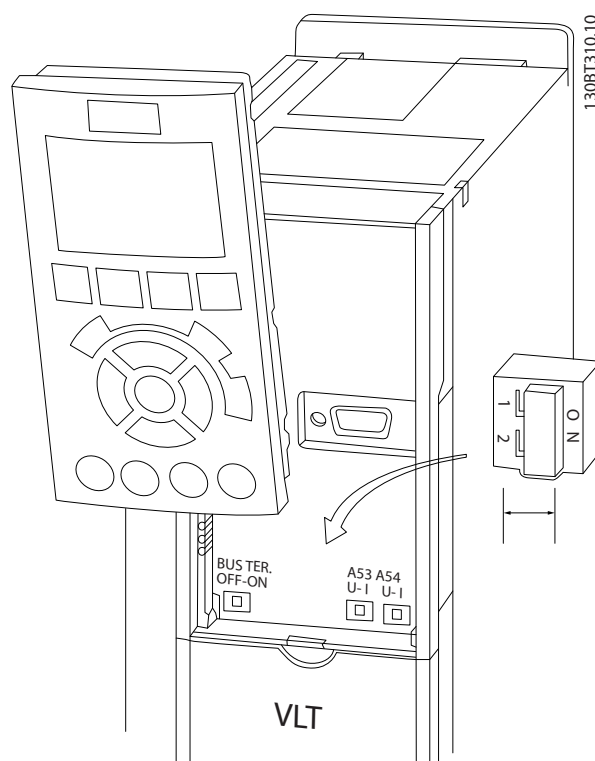

Ilustración 2.18 Ubicación de los interruptores y del interruptor de terminación de bus de los terminales 53 y 54
- Puede accederse a los conmutadores cuando se ha retirado el LCP (véase la *Ilustración 2.18*). Tenga en cuenta que algunas tarjetas de opción disponibles con la unidad podrían cubrir estos conmutadores y, por tanto, es necesario quitarlas para cambiar la configuración de los conmutadores. Desconecte siempre la alimentación de la unidad antes de quitar las tarjetas de opción.